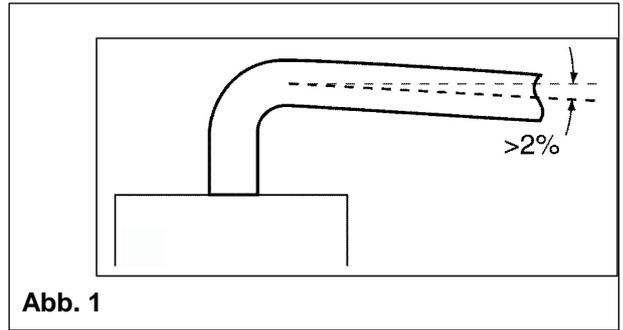

Abb. 1
- c. Die Schrauben lösen und die Führungsplatte A (siehe Abb. 1) entfernen.
⚠ Um den Betrieb und die Leistungsfähigkeit des Gerätes zu gewährleisten, muss man für die Zuluft- und Abluftkanäle für die horizontalen Strecken eine Mindestneigung von 2% vom Gerät nach unten nach Außen (Abb. 1) vorsehen.